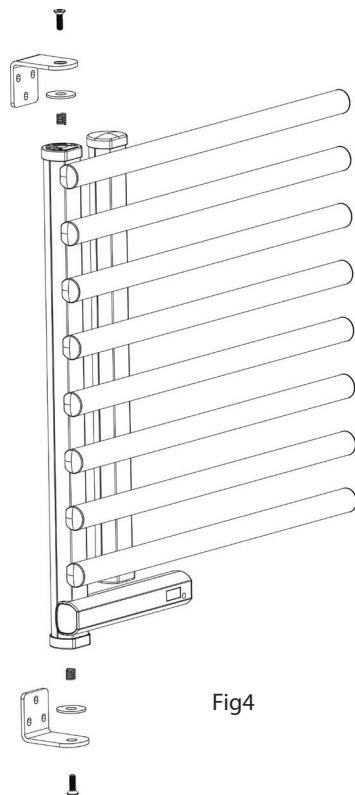

Fig4
4. Posizionare la molla sul prodotto come mostrato nella figura e fissarla con una vite da 6x35 mm. Ripetere la procedura sulla parte superiore e inferiore nello stesso modo. Vedere Fig. 4.